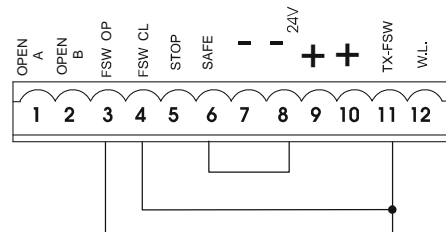

Fig. 26
**N.B. Si on n'utilise aucun dispositif de sécurité, ponter les bornes d'après la fig. 26.**
**Nota bene:** Si on ne connecte aucun dispositif de sécurité en ouverture, ponter les entrées FSW OP et -TX FSW (fig. 26).
**Nota bene:** Si on ne connecte aucun dispositif de sécurité en fermeture, ponter les bornes FSW CL et -TX FSW (fig. 26).
**Nota bene:** Si les dispositifs de sécurité bord ne sont pas connectés, ponter les entrées SAFE et - (fig. 26).